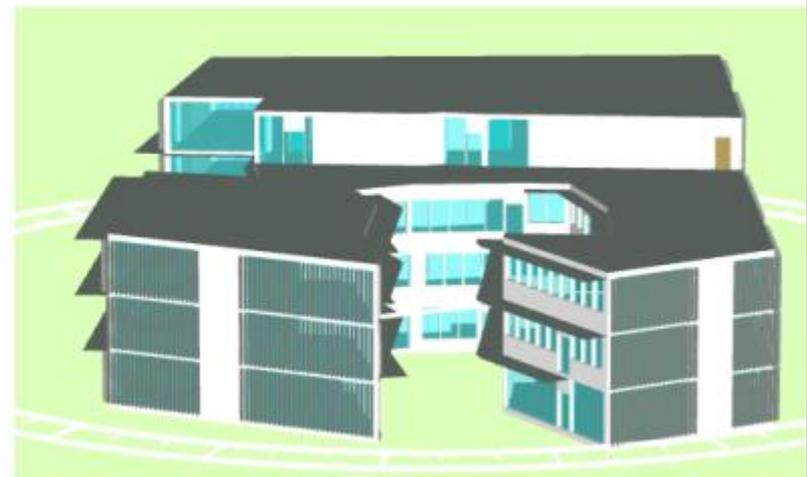

Figure 6 : Représentation de la Façade Est
- Un espace extérieur a été prévu, comme le montre la figure 6, au centre du projet, permettant d'apporter un peu d'ombre et de fraîcheur, et rendant l'espace plus convivial.